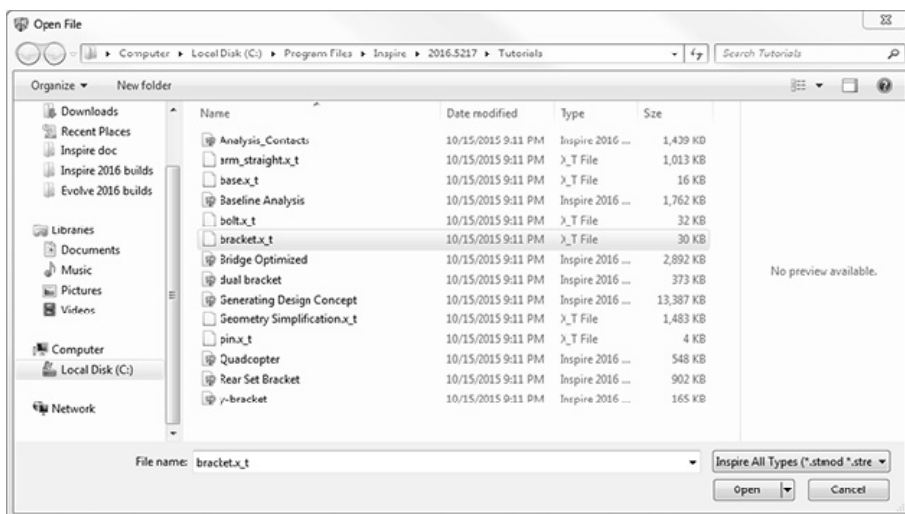

图 3-1
- 3) 在打开文件对话框中，选择 Tutorials 文件夹，如图 3-1 所示。